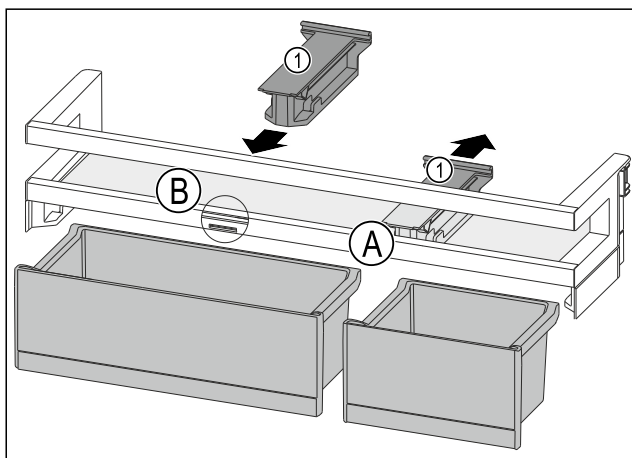

Fig. 82
- Retirer la pièce de retenue Fig. 82 (1) en position Fig. 82 (A) vers l'arrière.
- Mettre la pièce de retenue Fig. 82 (1) en position Fig. 82 (B).